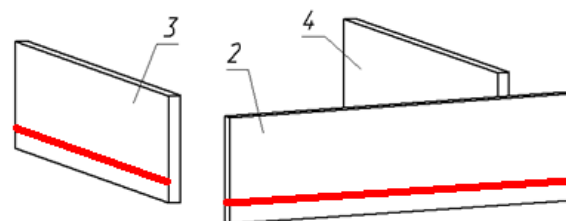

Рисунок 6
1. Евровинтами 50 мм. стянуть между собой детали (поз. 2, 3, 4) **см. рисунок 6.**